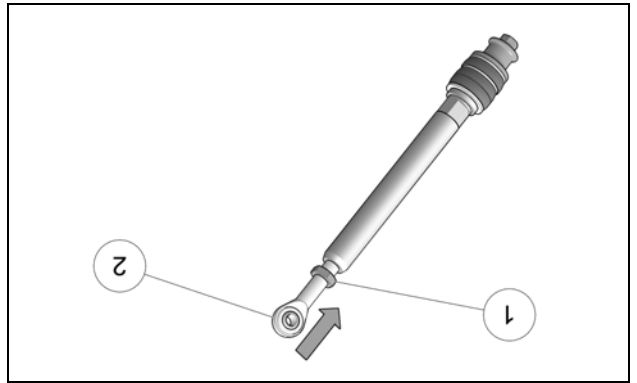

Figure 6
- Desserer le contre-écrou (1) de l'embout à rotule (2). Visser l'embout à la position minimum. Voir la Figure 6.